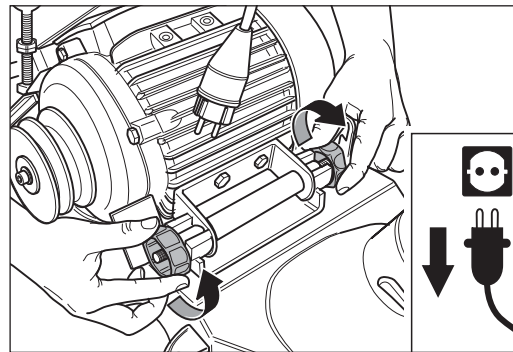
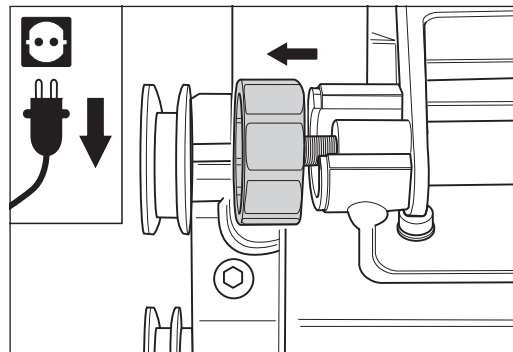

Abb. 29 Die beiden Motormuttern lösen.
Abb. 30 Die beiden Motormuttern nur soweit herausdrehen, bis der Einpass am Motorlagerbock frei sichtbar wird.
- 8 Lösen Sie die Motormuttern (Abb. 29). Sie müssen nur aus dem Einpass zwischen Motormutter und Motorlagerbock herausgedreht und nicht komplett entfernt werden (Abb. 30).